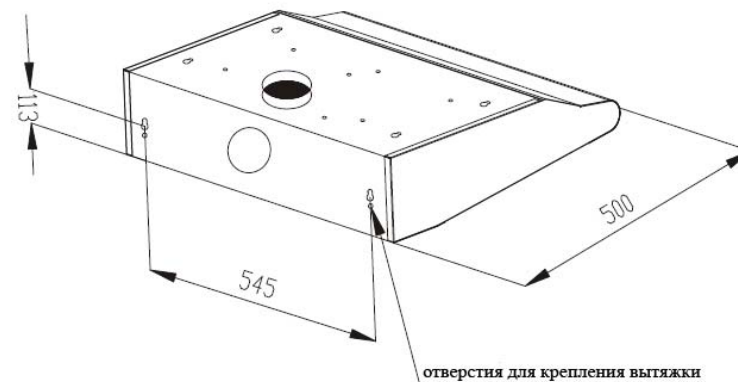

рис.8
- Просверлите 2 отверстия диаметром в стене, которые соответствуют саморезам и дюбелям, поставленным в комплекте с вытяжкой (см. рис.8).
- Повесьте вытяжку на 2 самореза, и плотно закрутите (см. рис.8).